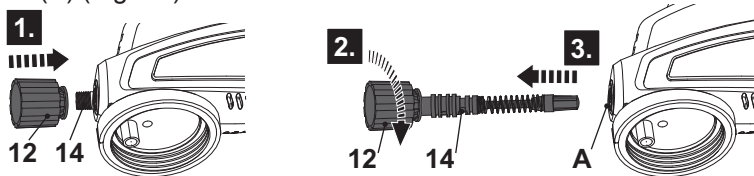

Fig. 10
- > Coloque la llave (12) en la rosca del pistón (14) y gire en el sentido de las agujas del reloj hasta que el pistón (14) con la llave (12) salga de la abertura (A) (Fig. 10).